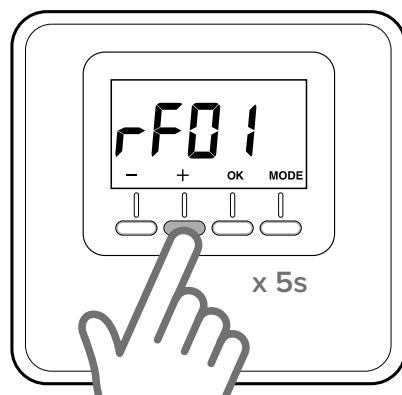

Fig. 18
- Premere nuovamente il tasto “+” per 5 secondi per accedere ai parametri tecnici, Il display mostra il parametro “rFO1” (fig. 18)